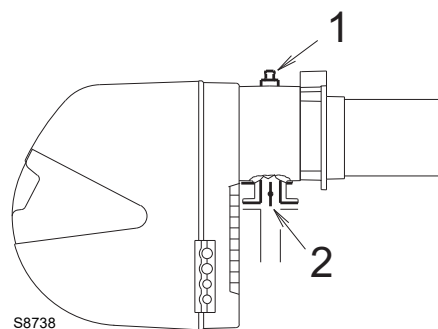

Fig. 21
Pressione del gas misurata alla presa 1)(Fig. 21), con:
Perdita di carico farfalla gas 2)(Fig. 21) con apertura massima: 90°.
- sottrarre dalla pressione del gas alla presa 1)(Fig. 21) la pressione in camera di combustione.
Pressione del gas alla presa 1)(Fig. 21) = 10,4 mbar
Per conoscere invece la pressione del gas necessaria alla presa 1)(Fig. 21), fissata la potenza massima di modulazione alla quale si desidera funzioni il bruciatore:
- Leggere sulla destra, colonna 1, la pressione alla presa 1)(Fig. 21).
pressione necessaria alla presa 1)(Fig. 21).